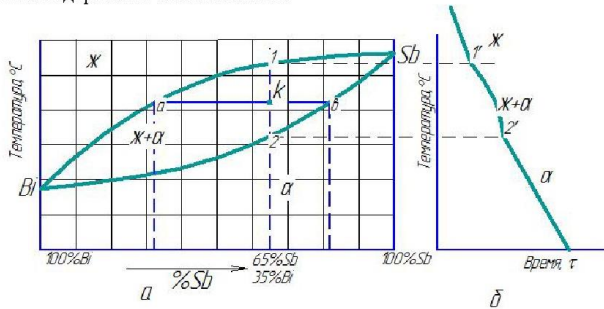

Рис.1. Построение кривой охлаждения сплава системы Bi-Sb
*Определим состав фаз в точке k (рис.1, а) по правилу концентраций:*
*Построим кривую охлаждения сплава с содержанием 35% Sb (рис.1, б) согласно правилу фаз Гиббса:*